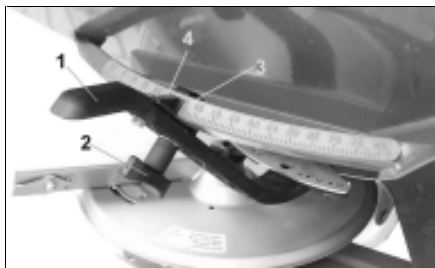

Fig. 43
För önskad utmatningsmängd ställs den spjällöppning som krävs in med hjälp av de båda inställningsspakarna (Fig. 43/1)
- Lossa vingmuttrarna (fig. 43/2) till inställningsspakar (fig. 43/1)
- Ställ spakarnas visare (fig. 43/4) på det skalvärde (43/3) för aktuell spjällöppning.